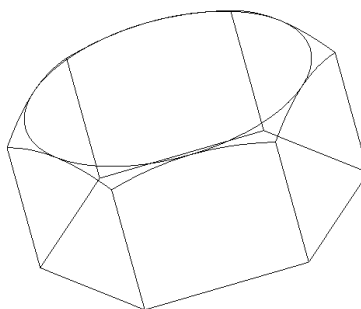

Рис. 3.24. Результат построения фаски
10. Нажмите «ОК»  (рис. 3.24).